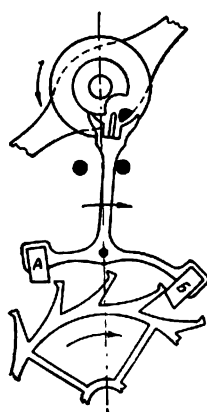

Рис. 116. Дополнительная дуга, проходимая балансом
**Дополнительная дуга.** Так называется свободное колебательное движение баланса, которое он совершает, не будучи связан с анкерной вилкой (рис. 116). Всю описанную работу узла анкерного хода рекомендуем учащемуся изучить практически, пользуясь для этого крупным механизмом, сначала без баланса, медленно перекладывая вилку с одной стороны на другую, а затем с балансом и спиралью.